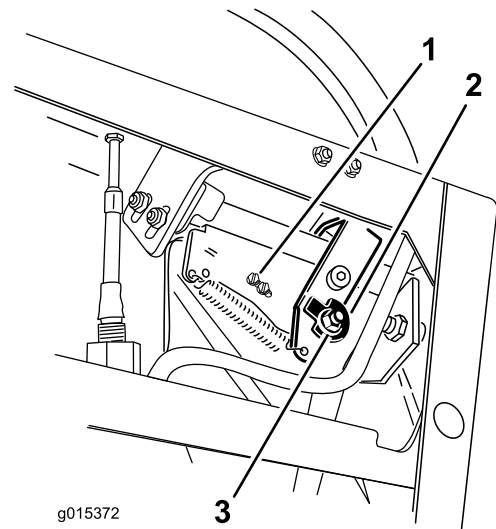
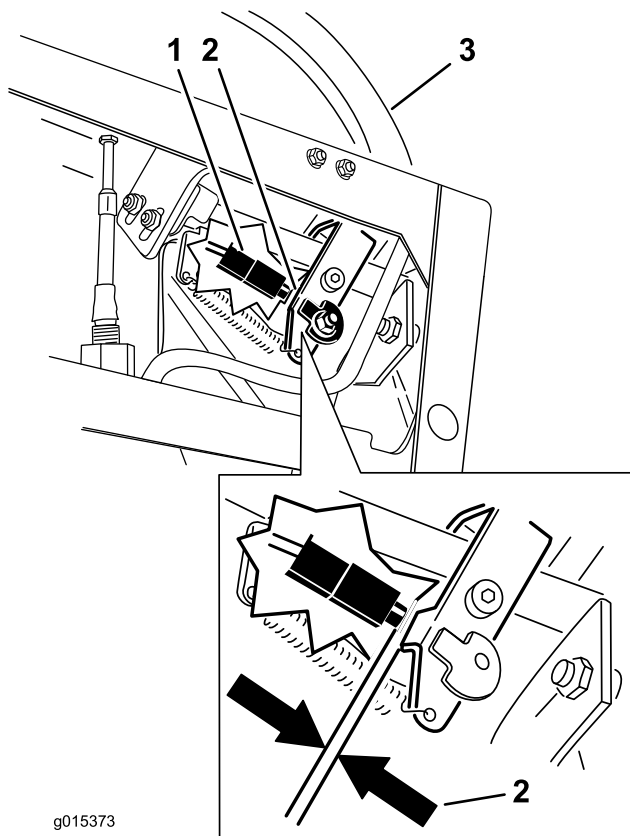

Figura 76
Figura 77
1. Compruebe la distancia entre la palanca de control y el interruptor, según se muestra en Figura 77. El espacio debe ser de 3 mm (1/8 pulgada) con la palanca de control de movimiento derecha en la posición de bloqueo/punto muerto.
2. Si es necesario, afloje los tornillos que sujetan el interruptor, y ajuste el interruptor (Figura 76 y Figura 77).
2. Afloje la tuerca y el perno que sujetan la leva (Figura 76).